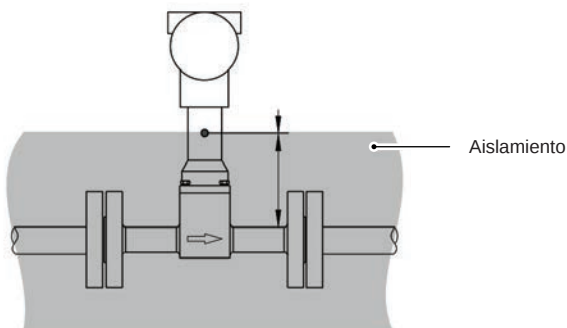

Fig. 10 Aislamiento del tubo del caudalímetro
- Si, en el caso de aislamiento de tuberías existente, se instala en el interior del aislamiento (no debe superarse el espesor máximo indicado en la Fig. 10).